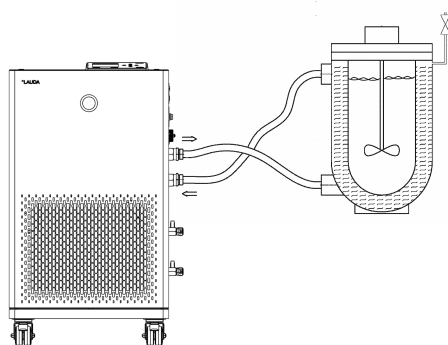

Abb. 28: Applikation mit Entlüftungsventil
- Ein Entlüftungsventil Abb. 28 kann den Entlüftungsprozess deutlich vereinfachen. Dazu periodisch das Ventil vorsichtig öffnen und Gas/Luft entweichen lassen bis Flüssigkeit aus dem Ventil austritt, Entlüftungsventil wieder schließen. Flüssigkeit in geeigneten Behälter auffangen. Das Ventil in regelmäßigen Abständen erneut betätigen, bis keine Luft mehr austritt.